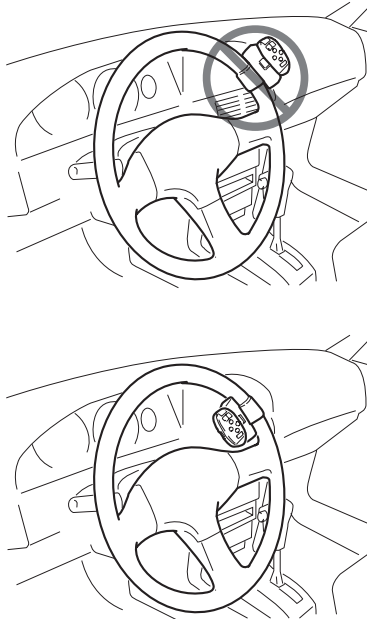

Fig. 12
- Ne pas fixer cette unité à la circonférence extérieure du volant de direction. Elle gênerait la stabilité de la conduite et provoquerait un accident. Toujours fixer cette unité à la circonférence intérieure du volant de direction, comme illustré. (Fig. 12)